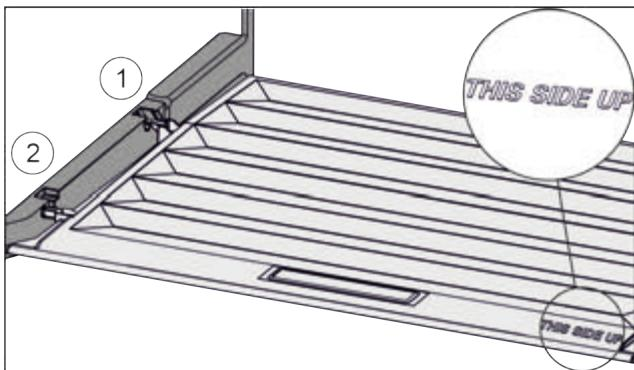

Fig. 34
- Вставити поперечні ребра через отвір заднього тримача Fig. 34 (1) і зафіксувати спереду у тримачі Fig. 34 (2).